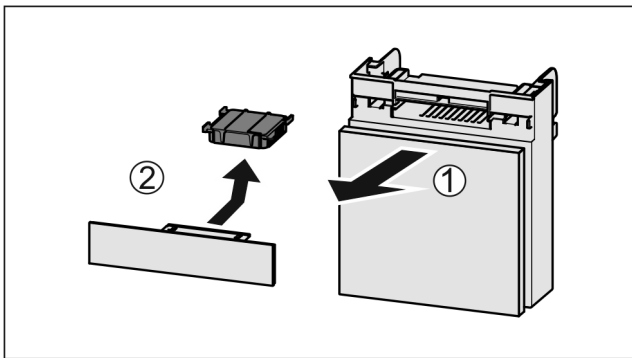

Fig. 102
- ▶ Retire el compartimiento hacia delante Fig. 102 (1).
- ▶ Retire el filtro de carbón activo Fig. 102 (2).